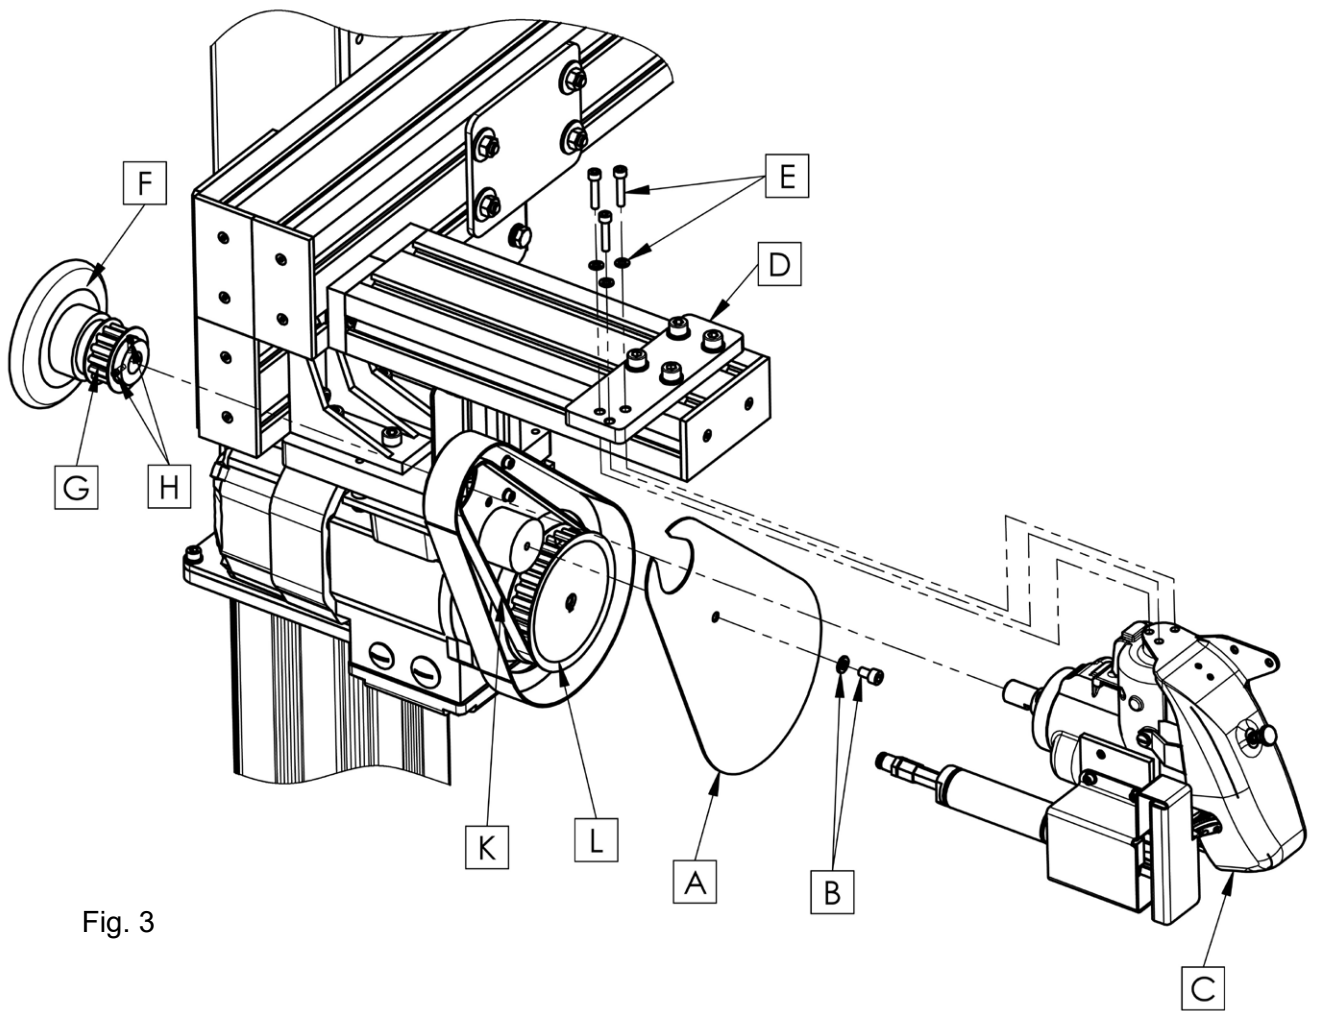
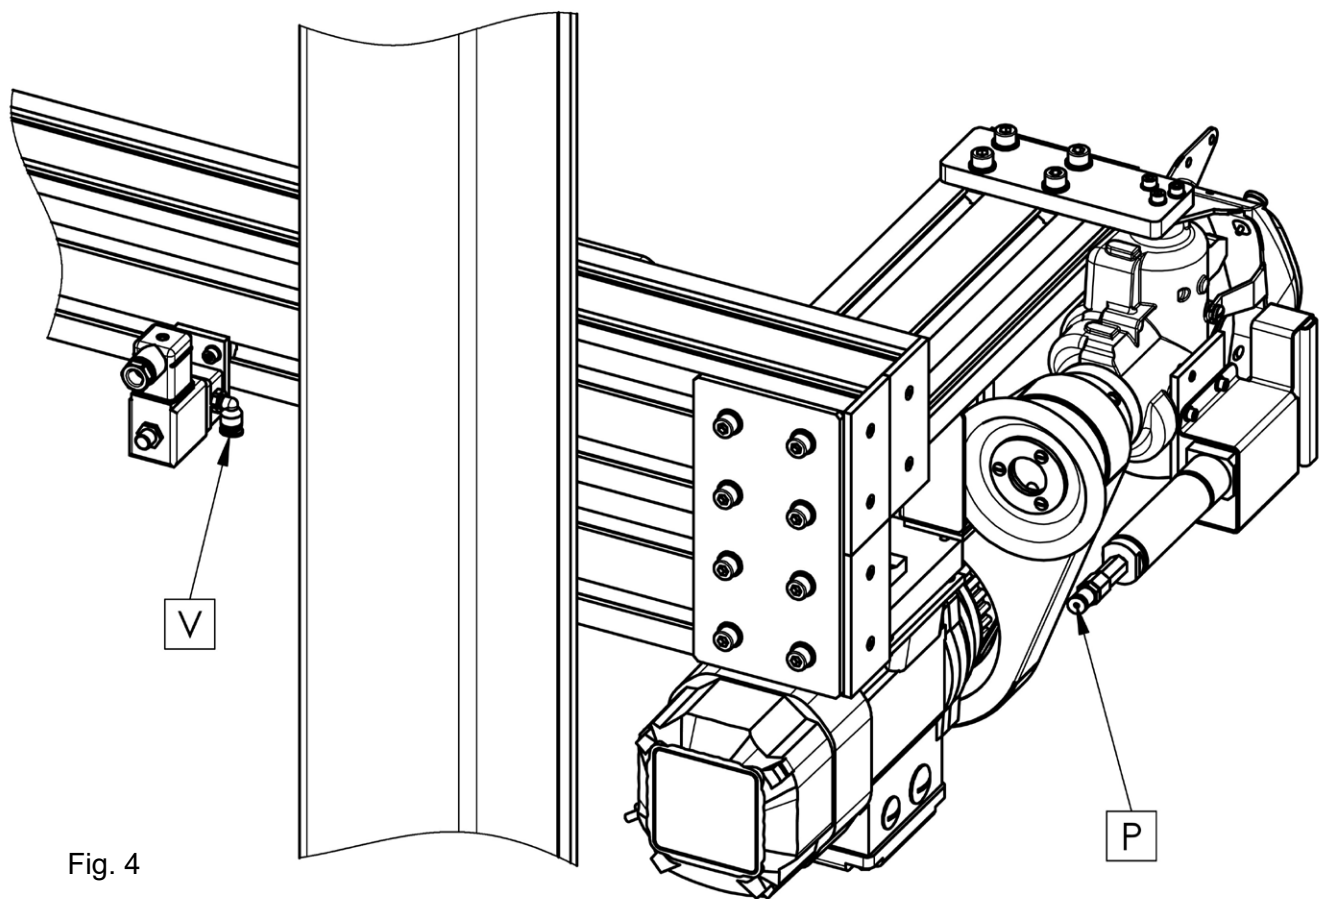

Fig. 3
Fig. 4
- Remove the belt guard cover (A, Fig. 3) by loosening the screw (B).
- Place the tooth belt (K) around the motor sprocket (L).
- Fasten the sewing head (C) with the screws (E) to the mounting plate (D).
- Glide the pulley kit (F) with the sprocket (G) onto the sewing head (C).
- Position the tooth belt (K) around the sprocket (G).
- Fasten the bolts (H) on the sprocket (G).
- Fasten the belt guard cover (A) with the screw (B).
- Connect the pneumatic cutter of the sewing head (P, Fig. 4) and the valve (V) with the included PU tube (6x4 - Fig. 4).
- Entfernen Sie den Riemenschutzdeckel (A, Fig. 3), indem Sie die Schraube (B) lösen.
- Legen Sie den Zahnriemen (K) um das Zahnriemenrad des Motors (L).
- Befestigen Sie die Nähmaschine (C) mit den Schrauben (E) am Maschinenhalter (D).
- Schieben Sie die Baugruppe Handrad (F) mit Zahnriemenrad (G) auf die Nähmaschine (C).
- Legen Sie dabei den Zahnriemen (K) um das Zahnriemenrad (G).
- Ziehen Sie die Gewindestifte (H) des Zahnriemenrads (G) fest.
- Befestigen Sie den Riemenschutzdeckel (A) mit der Schraube (B).
- Verbinden Sie den pneumatischen Abscheider des Nähkopfes (P) und das Ventil (V) mit dem beiliegendem PU-Schlauch (6x4, Fig. 4).